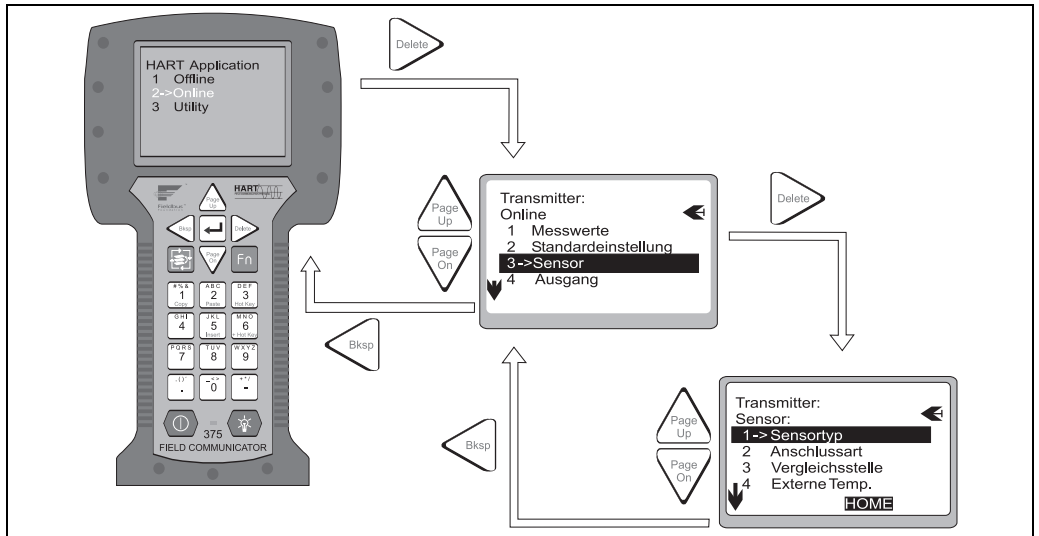

Abb. 11: Konfiguration am Handbediengerät am Beispiel 'Sensoreingang'
- Messgerät ist bereits angeschlossen. Es erscheint direkt die 1. Menüebene der Gerätefunktionsmatrix (s. Abb. 11). In dieser Matrix sind alle unter HART® zugänglichen Funktionen systematisch angeordnet.